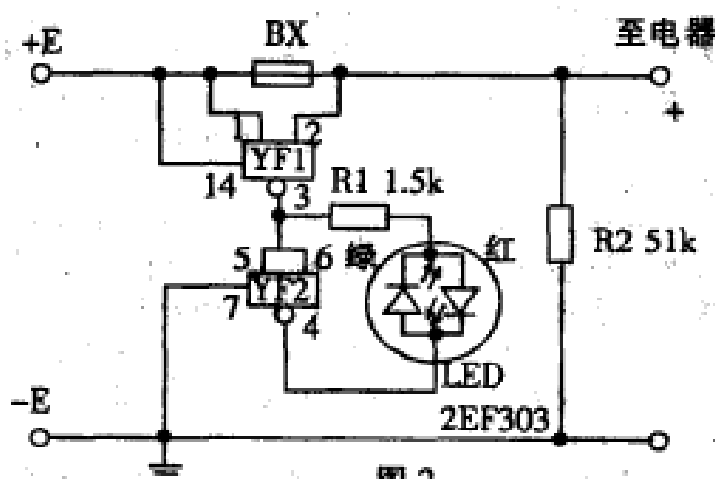

图 2
图2是一种用CMOS电路构成的保险丝熔断指示电路,用于直流电源电路中,对家电中的故障处理有一定积极作用。本电路可用于4.5~18V直流供电的电器装置中。当保险丝BX未熔断时,IC(CD4011)与非门YF1第①、②脚均呈高电平,与非门YF2第④脚也为高电平,使变色发光二极管LED(2EF303)导通发出绿色光,表示正常。当负载发生短路时,因短路电流大使BX瞬时熔断。这时,YF1第①脚为高电平,第②脚为低电平,致使第④脚输出低电平,故LED导通发出红光,表示异常。